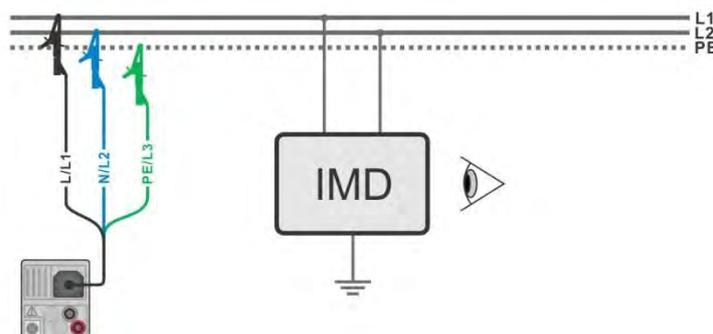

Abbildung 8.13: AUTO IT Messung
- › Schließen Sie die Prüflleitungen am Prüfling an, siehe **Abbildung 8.13**.